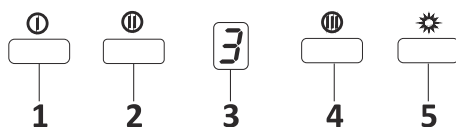

Fig. 22: 3 Trins Digital Knap
1. Tryk på denne knap for at tænde for apparatet. Når der trykkes på denne knap, tændes apparatet med 1. hastighed.Fig. 22
2. Når der trykkes på denne knap, vil apparatet blive betjent med 2. hastighed.Fig. 22
3. Digital Skærm: De kan se, hvilken hastighed apparatet er i drift.Fig. 22
4. Når der trykkes på denne knap, vil apparatet blive betjent med 3. hastighed.Fig. 22
5. Tryk på denne knap for at tænde lyset og låget.Fig. 22
6. Hvis De trykker på en motor initieringsknap mere end 2 sekunder, aktiveres en 15 minutters timerfunktion. Når timeren er startet, sender displayet et signal, hvor motoren ophører med at fungere efter 15 minutter.Fig. 22